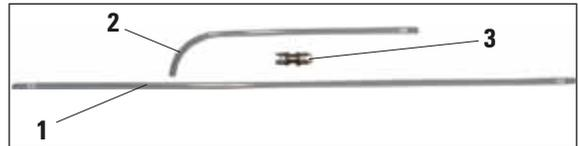
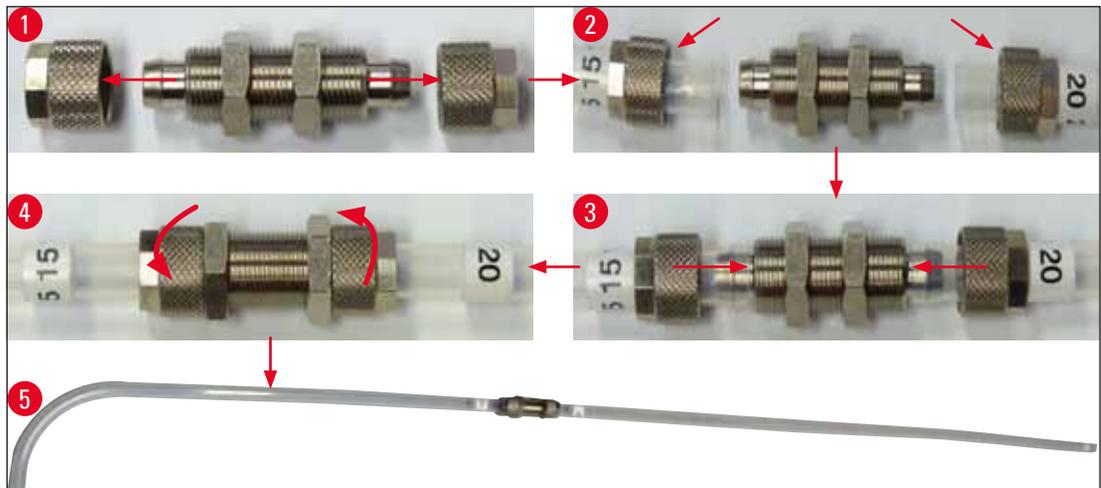

Fig. 88
Fig. 89
- 1 mangueira reta com marcação "20" (Fig. 88, 1)
- 1 mangueira angular com marcação "15" (Fig. 88, 2)
- 1 acoplamento (Fig. 88, 3)
1. Desparafuse as porcas (Fig. 89, 1) do acoplamento (Fig. 88, 3).
2. Empurre uma das porcas da mangueira com marcação "20" e a outra na extremidade da mangueira com marcação "15" (Fig. 89, 2).
3. Coloque a extremidade reta com marcação "15" nos bicos do acoplamento e a mangueira com marcação "20" no bico oposto. Certifique-se de que ambas as mangueiras tenham sido empurradas ao máximo nos bicos (Fig. 89, 3).
4. Finalmente, parafuse as porcas com firmeza na rosca (Fig. 89, 4) do acoplamento para fixar as mangueiras (Fig. 89, 5).